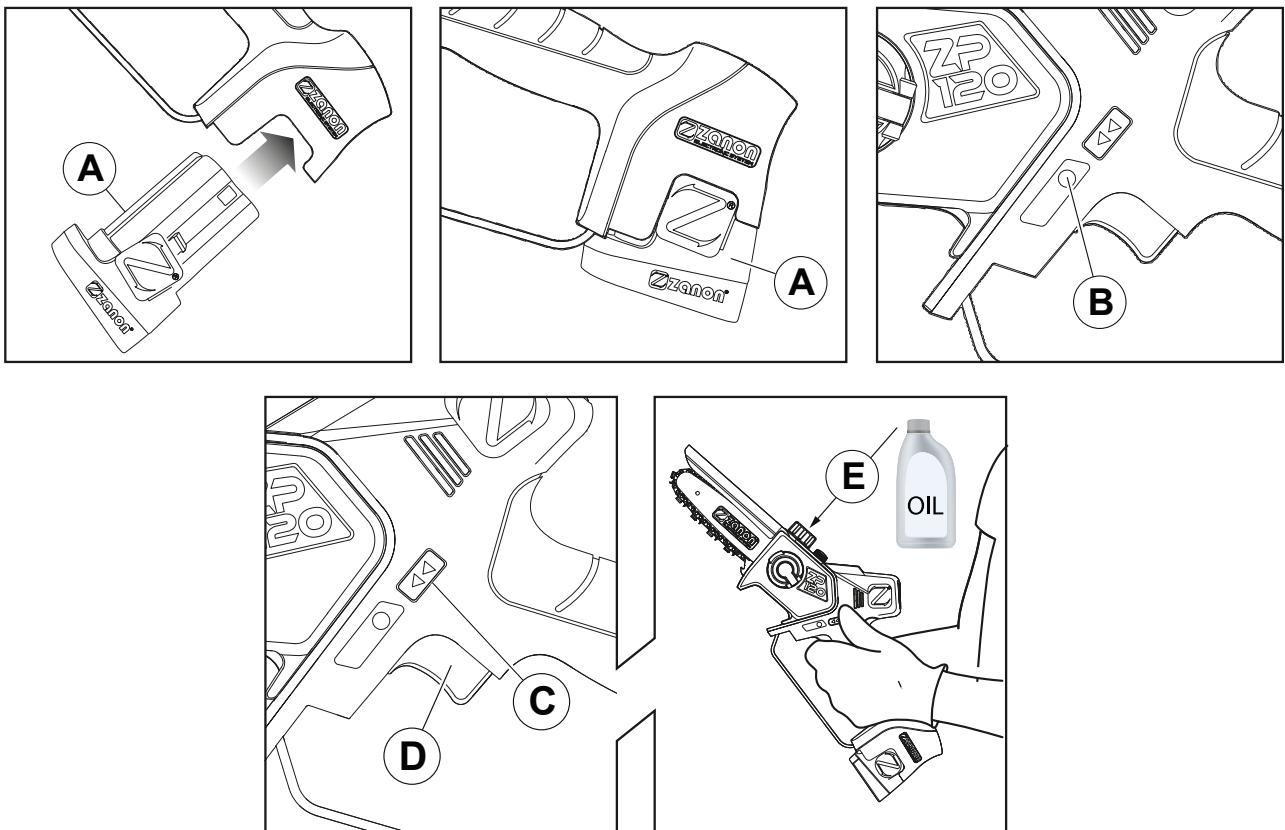

Fig. 4
- Inserire la batteria (A) nel vano di alloggiamento del potatore (fig. 4);
- Per accendere il potatore premere il pulsante di accensione (B);
- Tenere premuto il pulsante di blocco (C) con il pollice, quindi premere contemporaneamente il grilletto (D): il potatore è in funzione.
- Impugnare il potatore e orientarlo verso uno spazio libero esente da ostacoli, quindi azionarlo per accertare il corretto funzionamento premendo brevemente i grilletti (C) e (D) contemporaneamente;
- Assicurarsi che sia presente olio di lubrificazione nel serbatoio (E);